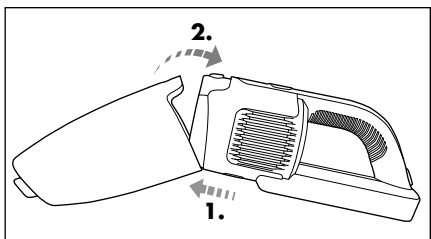

Fig. 6
- 6) Vuelva a colocar el depósito de suciedad **9** en la pieza manual **3**; para ello, el encastre inferior del mango **3** debe insertarse primero en el alojamiento del depósito de suciedad **9**. Tras esto, presione la parte superior del depósito de suciedad **9** contra la pieza manual **3** hasta que el depósito de suciedad **9** encastre audiblemente y quede fijado en la pieza manual **3** (fig. 6).